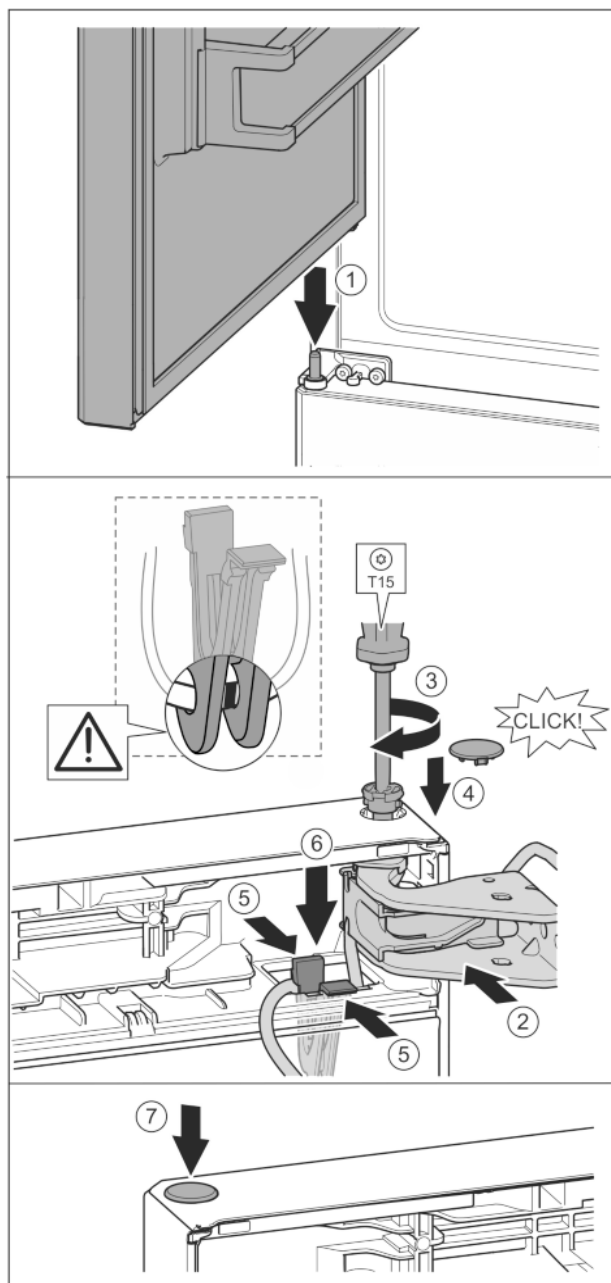

Fig. 36
- ▶ Установка верхней двери на средний опорный палец Fig. 36 (1)
- ▶ Дверь вверху выровнять по отверстию в опорном кронштейне. Fig. 36 (2)
- ▶ Вставить палец и затянуть отверткой T15. Fig. 36 (3)
- ▶ Установить предохранительную крышку для защиты двери: вставить предохранительную крышку и проверить, прилегает ли она к двери. В ином случае вставить палец полностью. Fig. 36 (4)
- ▶ Вставить держатель кабеля с закрепленным на нем кабелем в отверстие. Fig. 36 (5)
- ▶ Прижать держатель вниз так, чтобы соединительная накладная защелкнулась. Fig. 36 (6)
- ▶ Вставить заглушку. Fig. 36 (7)